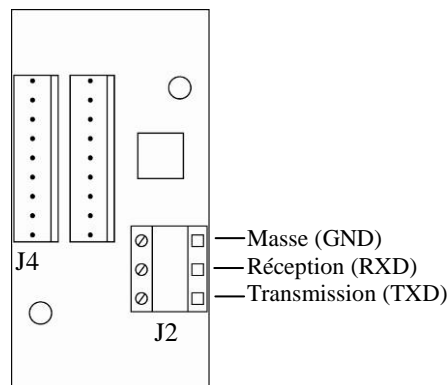

Figure 2.2 Connexions RS232
- Branchez les conducteurs sur le bornier J2 conformément à la Figure 2.2.